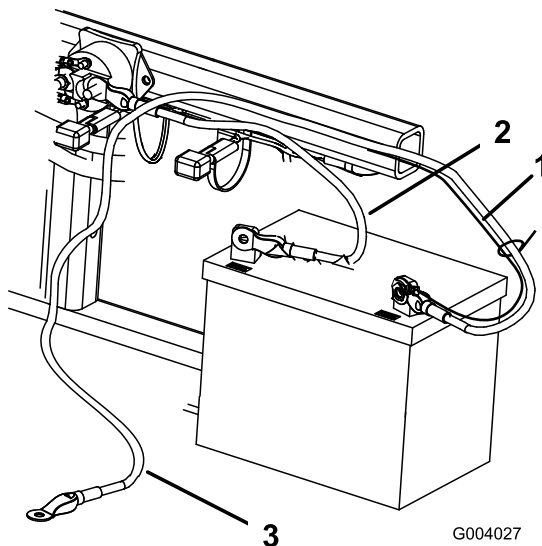

Рисунок 5
2. Закрепите положительный провод (красный) на положительной (+) клемме болтом (1/4 x 5/8 дюйма) и контргайкой (Рисунок 5).
3. Подсоедините короткий черный провод и отрицательный кабель (черный) к отрицательной (-) клемме аккумулятора болтом (1/4 x 5/8 дюйма) и контргайкой (1/4 дюйма) (Рисунок 5).